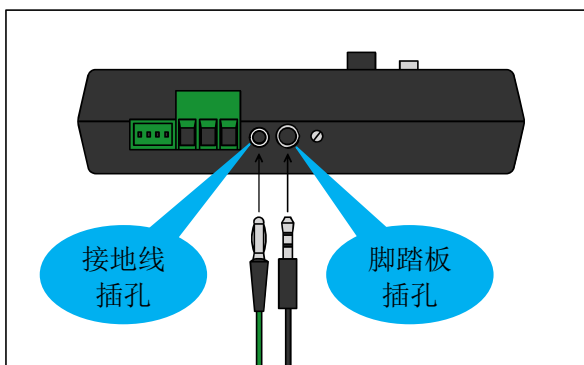

图 5：测试表底侧面插孔
- 3) 用配套接地线把测试表接地（图 5 所示）
- 4) 用配套缆线连接测试表和脚踏板（图 5 所示）